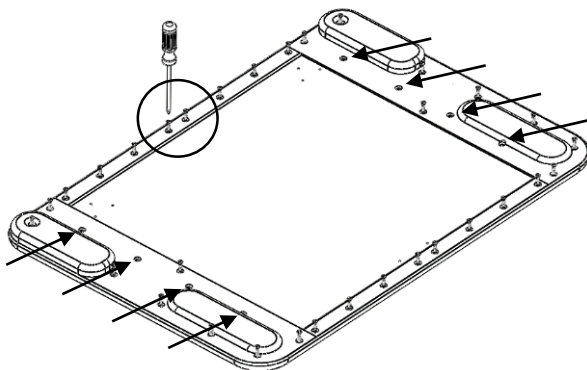

Рис. 23
5.6.3. В сборку по п.5.6.2 вкрутить саморезы с потайголовой (поз.1, пакет №86), кроме мест, указанных стрелкой (См. рис. 23)
Сборку начинать с прикручивания планки крепления от середины к краям, для центрирования деталей в сборке. (См. рис. 23а)
Рис. 23а